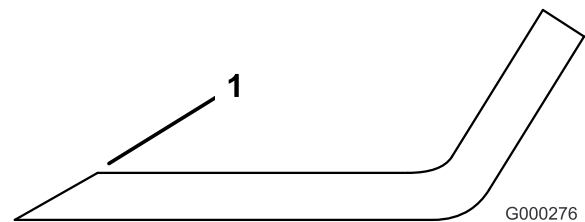

Figura 86
3. Inspeccione los filos de todas las cuchillas. Afilelos si están romos o tienen mellas. Afile únicamente la parte superior del filo y mantenga el ángulo de corte original para asegurar un filo correcto (Figura 86). La